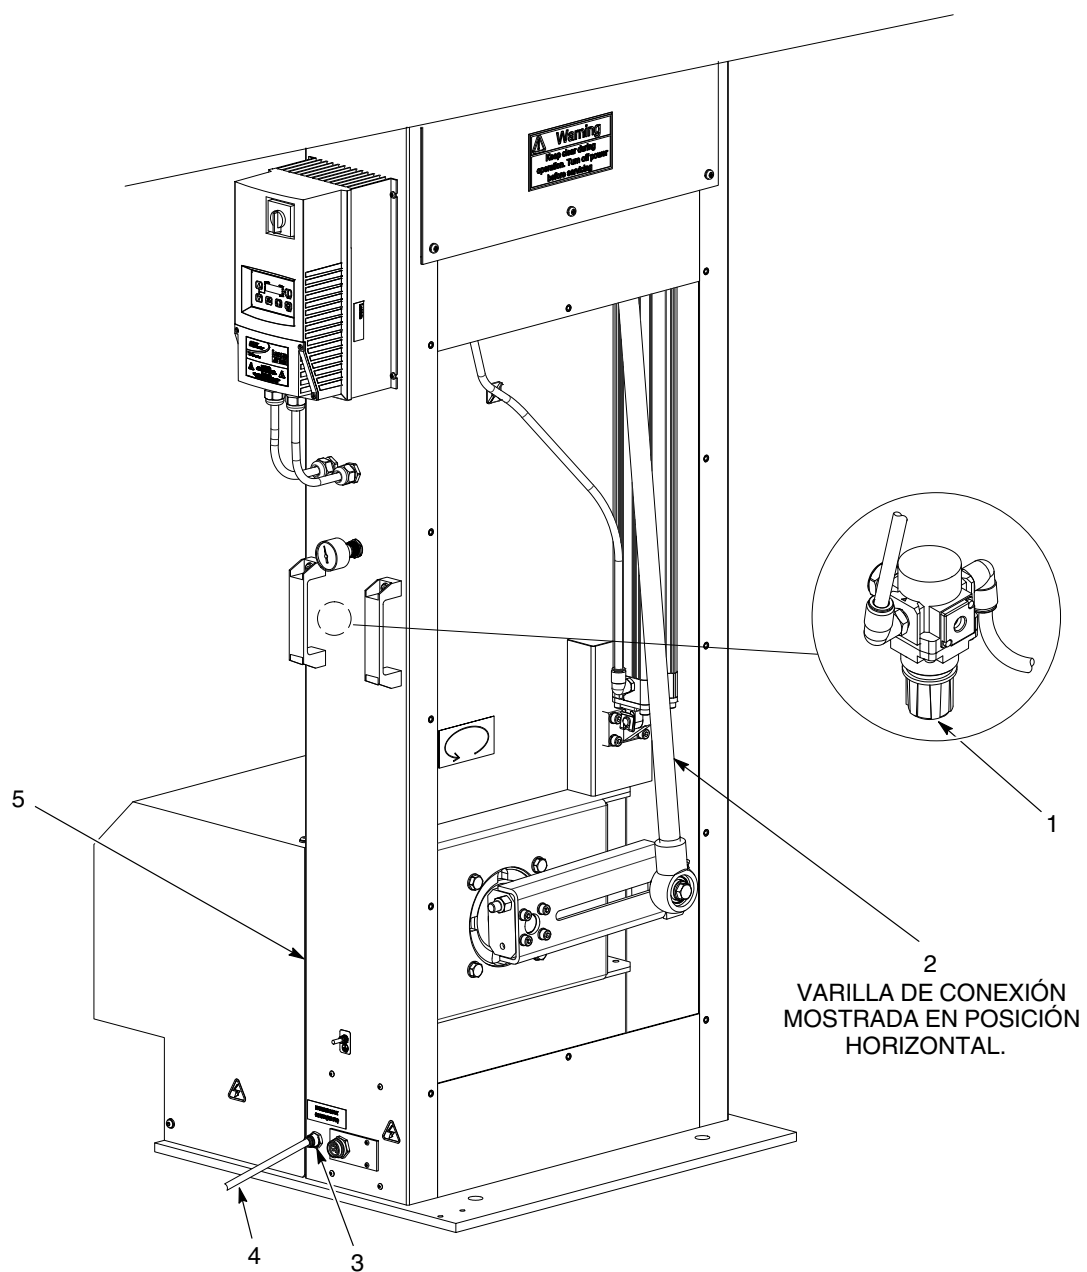

Figura 8 Conexión del aire de suministro
1. Ver la figura 8. Conectar una línea de aire de suministro de 8 mm (4) al racor de aire (3) en el oscilador (5).